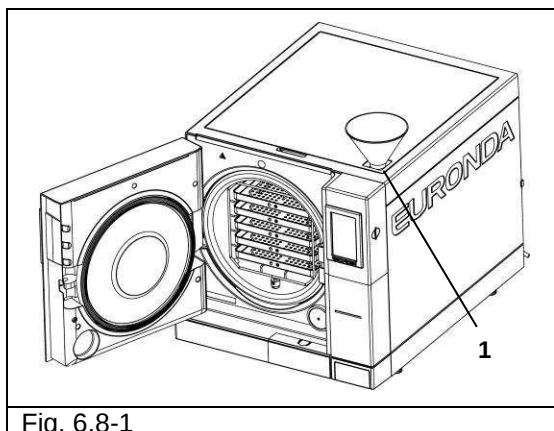

Fig. 6.8-1
2. Ouvrir le bouchon du couvercle supérieur, introduire l'entonnoir dans le trou (rep. 1, Fig. 6.8-1) puis introduire manuellement l'eau déminéralisée, en respectant les quantités indiquées au par. 5.3 « Données techniques » ; dans tous les cas, ne pas dépasser le niveau MAX de chargement de l'eau. Lorsque l'eau dans le réservoir a atteint le niveau maximum, l'autoclave émet un son pour signaler que le réservoir est plein. Il est également possible d'introduire l'eau à travers le déionisateur (en option, Annexe
2. Remplir e réservoir d'eau propre avec une eau propre nouvelle (rep. 1, Fig. 6.8-1).